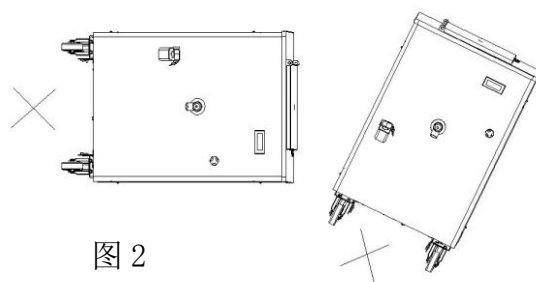

图 2
• 本机为商用制冷设备，应一直保持直立状态，运输时严禁大角度倾斜、猛烈冲击和震荡，严禁倾倒放置和倒置，错误的运输方法将导致本机损毁报废！（见图 2）